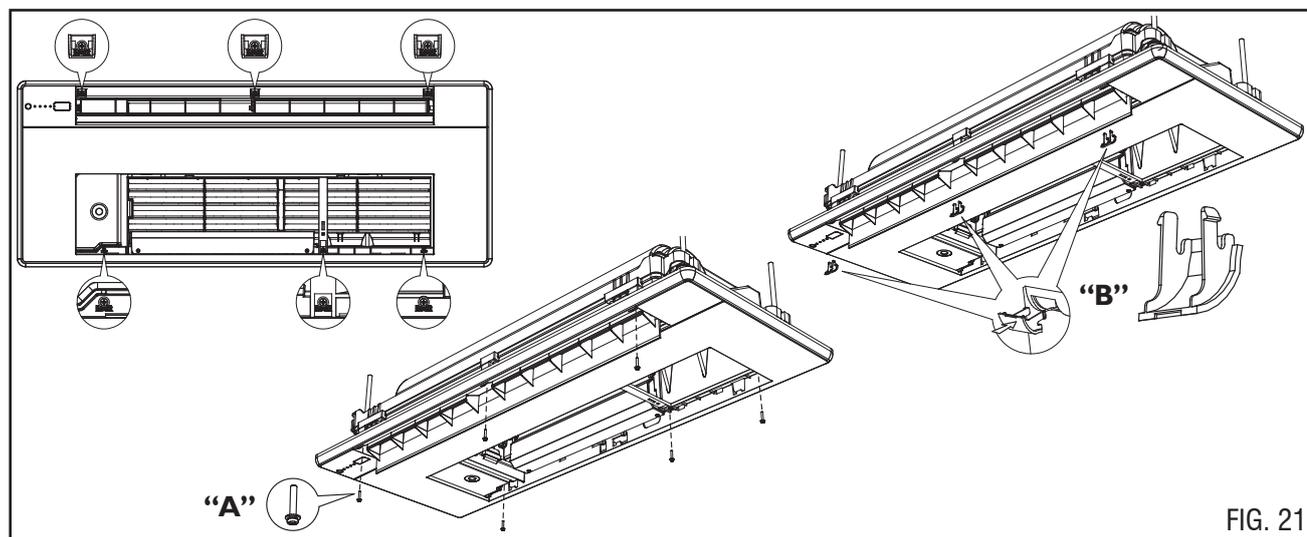

FIG. 21
4. Instale os 6 parafusos da grelha (“A” - Fig. 21) com suas respectivas tampas (“B” - Fig. 21)